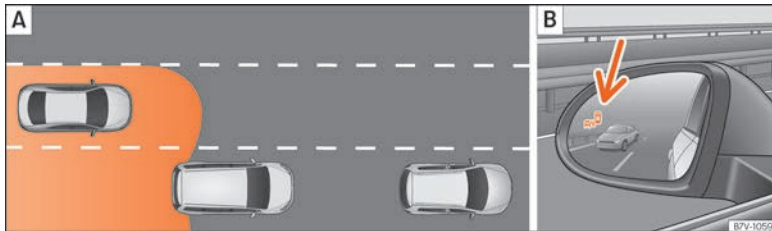

Abb. 263 Schematische Darstellung: **[A]** Überholvorgang mit Verkehr im hinteren Bereich. **[B]** Anzeige des Blind-Spot-Assistenten im Außenspiegel links.
In nachfolgenden Situation wird die Anzeige im Außenspiegel »» **Abb. 263 [B]** (Pfeil) oder »» **Abb. 264 [B]** (Pfeil) dargestellt:
- Bei einer Überholung durch ein anderes Fahrzeug »» **Abb. 263 [A]**.